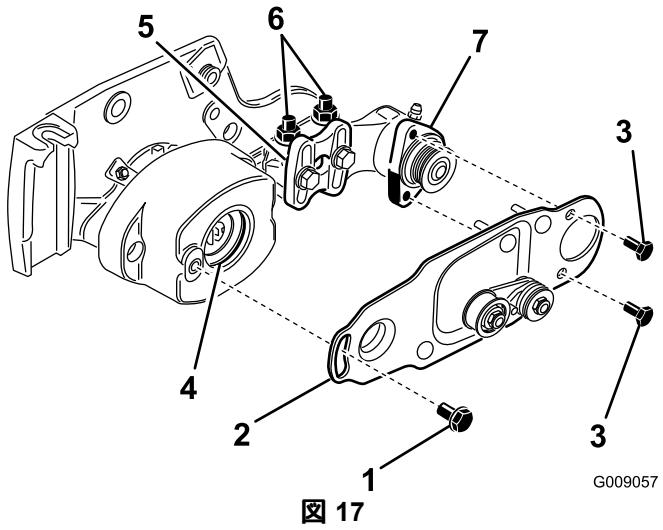

図 17
7. ローラブラシピボットプレートをベアリングハウジングに固定しているキャップスクリュ2本を取り外す図 17。
8. ローラブラシピットプレートをベアリングハウジングに固定しているショルダボルトを取り外す図 17。
9. アイドラプーリアセンブリがついたまま、ピットプレートを取り外す図 17。